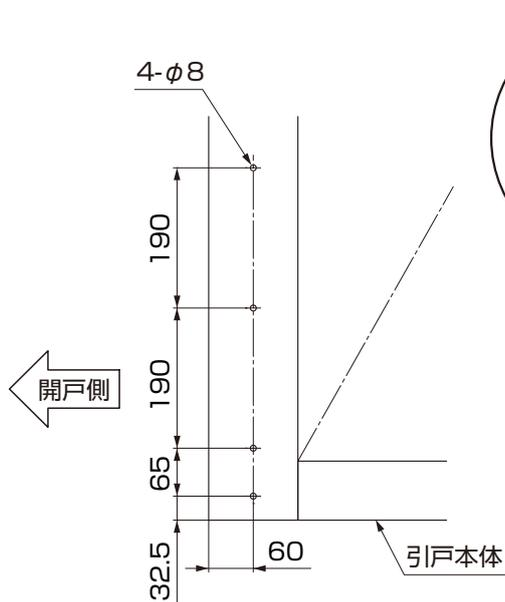

図 16-1
- ①合掌框の家側にφ8穴を4ヶ所加工してください。(図16-1参照)